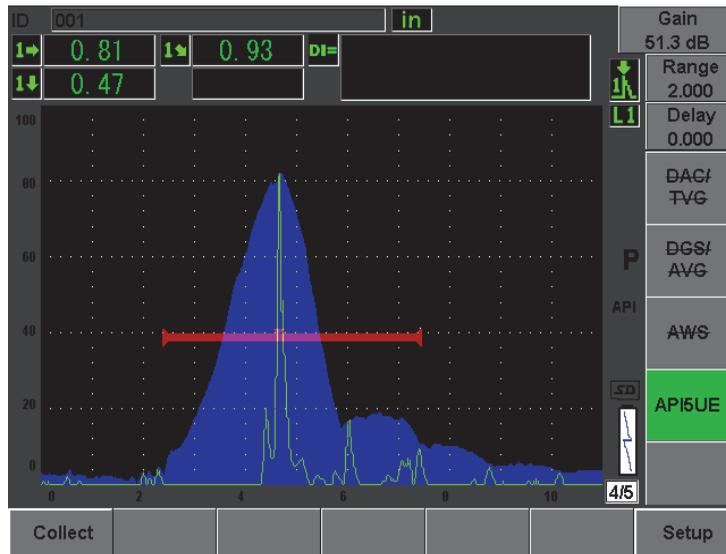

Figura 12-23 Adquisición de los datos de calibración en el modo envolvente
4. Pulse la tecla **[P1]** para adquirir los datos A_{\max} , T_1 y T_2 de la envolvente (véase la Figura 12-23 en la página 265).